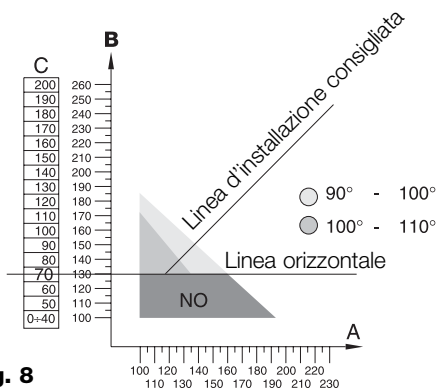

Fig. 8
- 1.2** Individuare nel grafico relativo al modello di MOBY da installare il valore di C e tracciare una linea orizzontale (**fig. 8**).